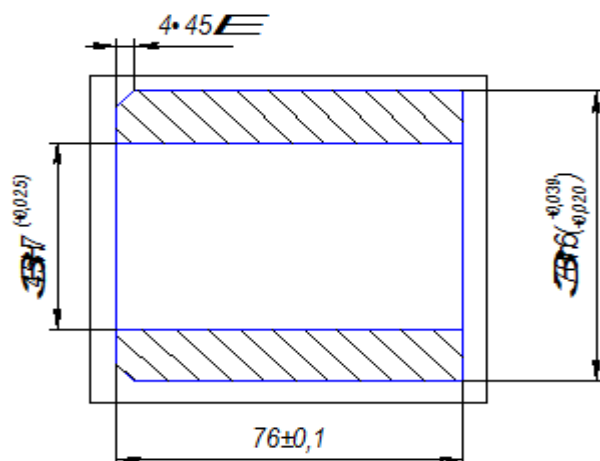

Рис. 6.3. Охват втулки рамкой выделения
- переместите указатель мыши в местоположение конечной точки прямоугольной рамки (правый нижний угол) и щелкните мышью. Рамка выделения должна располагаться так, как показано на рис. 6.3. Попадавшие в рамку объекты выделятся зеленым цветом.